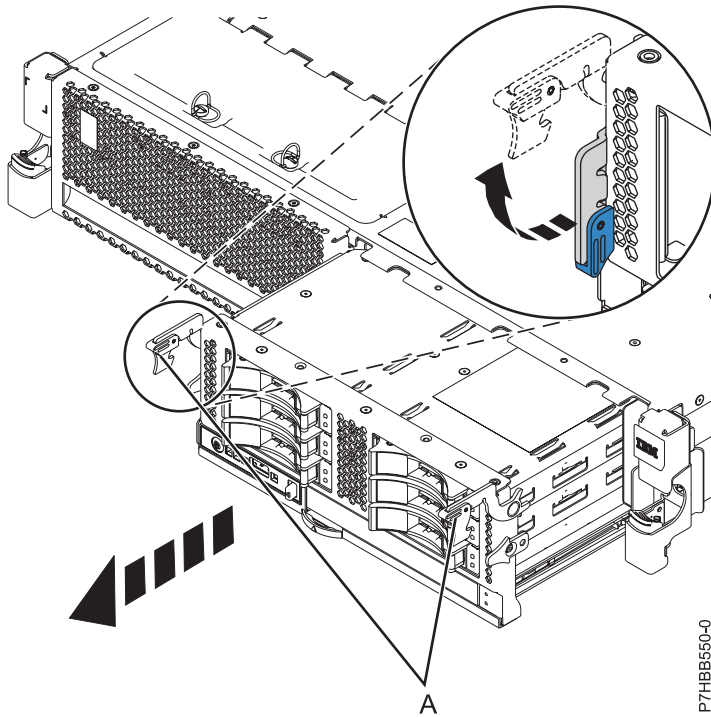
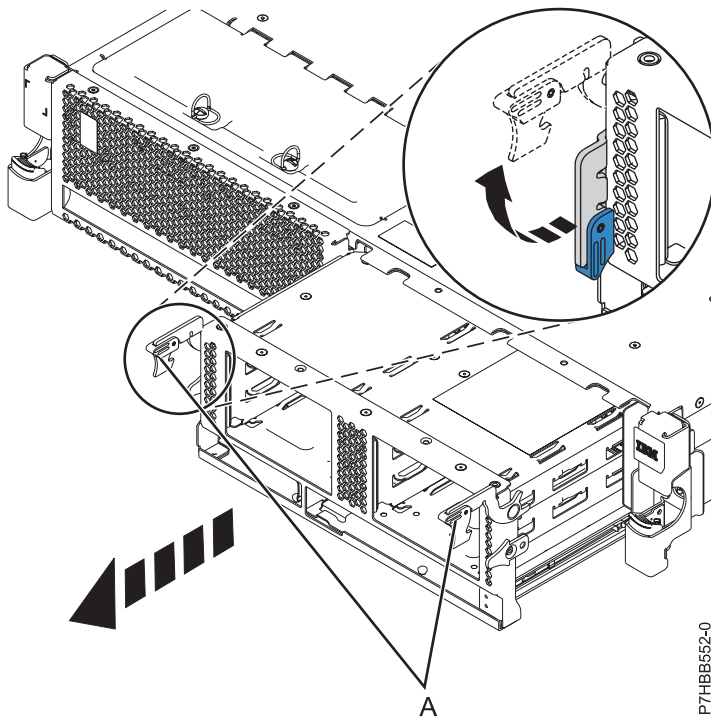

Figure 30. Retrait du fond de panier comportant des unités de disque
Figure 31. Retrait du fond de panier ne comportant pas d'unités de disque
13. Déverrouillez le fond de panier de l'unité de disques en tirant les poignées (A) afin de les mettre en position ouverte, au centre du fond de panier, comme indiqué dans la figure 30 et la figure 31.